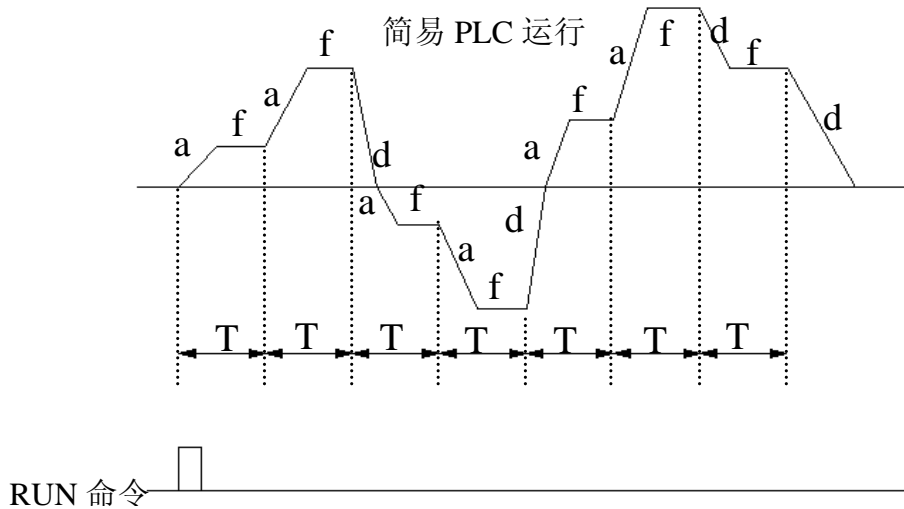

图 6-14 PLC 单循环后停机方式
- 1：单循环后停机. 如图 6-14，变频器完成一个循环后自动停机，需要再次给出运行命令才能起动。